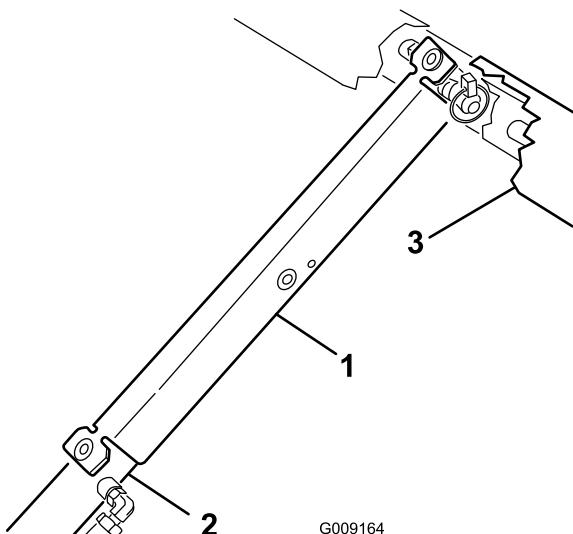

Figure 34
3. Poussez la béquille de sécurité sur la tige du vérin et appuyez bien les languettes d'extrémités contre l'extrémité du corps du vérin et l'extrémité de la tige du vérin (Figure 34).